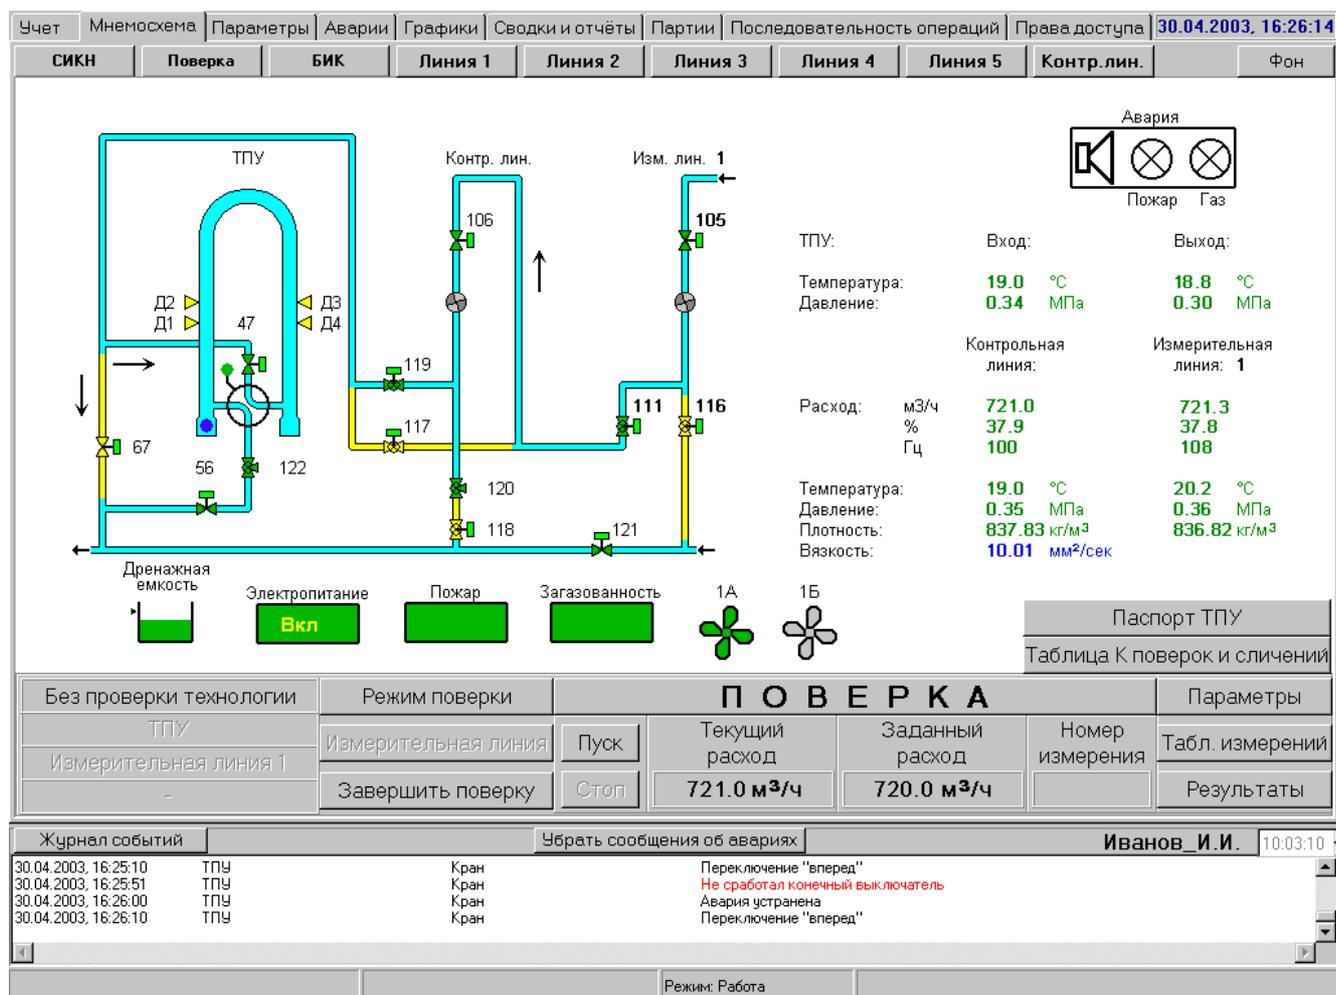

Рис. 25
3.6.1.1 Экран (Рис. 25) отображает: